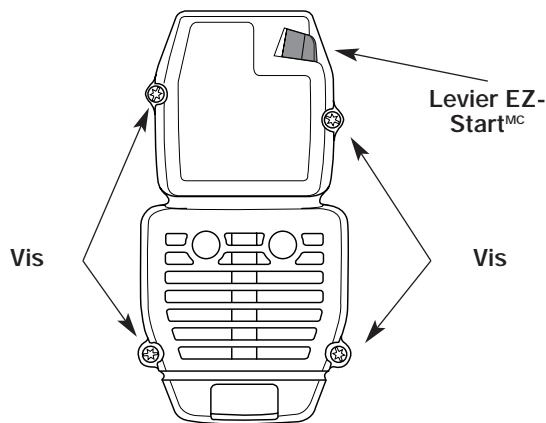

Figure 26
1. Retirez les quatre (4) vis retenant le couvercle du filtre à air/silencieux (Fig. 26). Servez-vous d'un tournevis à lame plate ou à mèche no. 20 Torx.
2. Insérez les quatre (4) vis dans les trous du filtre à air/couvercle du silencieux (Fig. 26) et **vissez sans trop serrer**.